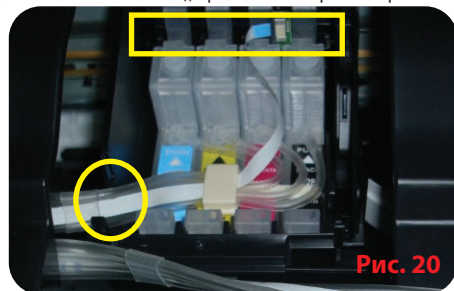

Рис. 20
6.4. Установите блок картриджей от СНПЧ в каретку принтера, обратите внимание, что для этого необходимо больше усилия нежели при установке оригинальных картриджей. Основное усилие для установки нужно прилагать в районе пробок от картриджей. Картриджи должны быть вставлены до щелчка, каждый язычок картриджа должен быть защелкнут, (Рис. 20). Иначе чип на картридже не будет доставать контактную группу каретки и принтер не распознает картриджи. Отнеситесь к этой процедуре очень осторожно и внимательно.
6.5. Проложите шлейф СНПЧ между левым завесом снятой крышки картриджей и кареткой. (Рис. 20)
7.4. Установите блок картриджей от СНПЧ в каретку принтера, обратите внимание, что для этого необходимо больше усилия нежели при установке оригинальных картриджей. Основное усилие для установки нужно прилагать в районе пробок от картриджей. Картриджи должны быть вставлены до щелчка, каждый язычок картриджа должен быть защелкнут, (Рис. 20). Иначе чип на картридже не будет доставать контактную группу каретки и принтер не распознает картриджи. Отнеситесь к этой процедуре очень осторожно и внимательно.
7.5. Проложите шлейф СНПЧ между левым завесом снятой крышки картриджей и кареткой. (Рис. 20)